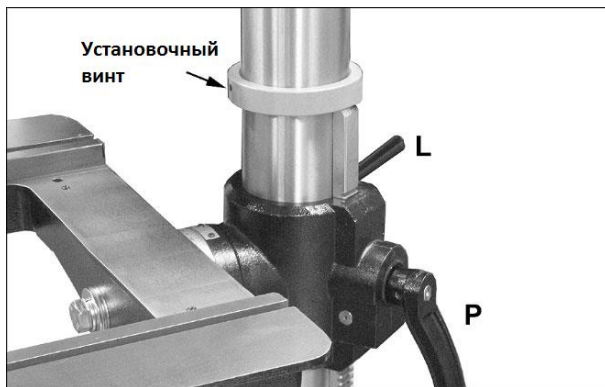

Рис. 6-5
10. Установите кольцо на колонну и сдвиньте вниз до верхней кромки рейки. Затяните установочный винт на кольце. Рис. 6-5.
11. Установите фиксирующую ручку (P) на выступающую ось червяка и затяните установочный винт на ручке при помощи 3 мм шестигранного ключа.
12. Вкрутите фиксатор (L, рис. 6-5) в кронштейн стола. Затяните фиксатор, чтобы закрепить кронштейн на колонне.
1. Ослабьте фиксатор (L, Рис. 6-5) и поверните ручку (P) против часовой стрелки, чтобы переместить стол вниз в подходящее положение возле бабки, затяните ручку. Положите куски картона на верх стола, чтобы защитить поверхность.